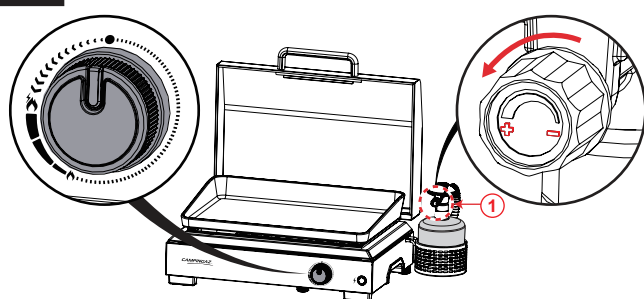

Fig. 7
- Mettre le liquide sur les raccords bouteille / détendeur / tuyau / appareil (Fig. 7).